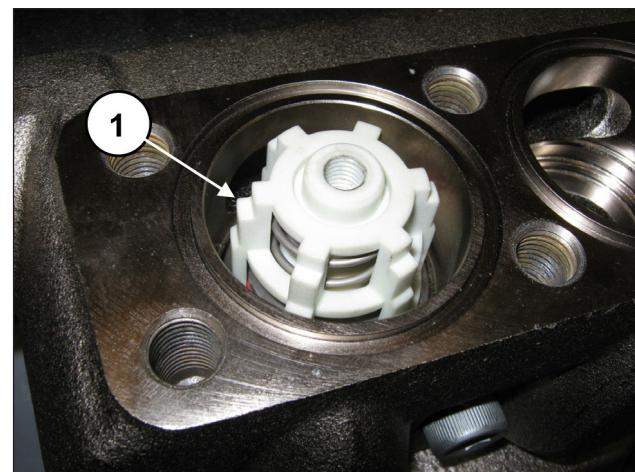

Fig. 157
Il gruppo valvola completo deve essere inserito completamente a fondo e presentarsi come in pos. ①, Fig. 157.